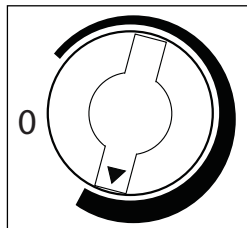

Fig. 1
- Tournez le bouton de commande de la temp. en sens horaire, en direction du réglage maximum (partie bleu/foncé large) de la commande graduée. **(Voir la Fig. 1).**